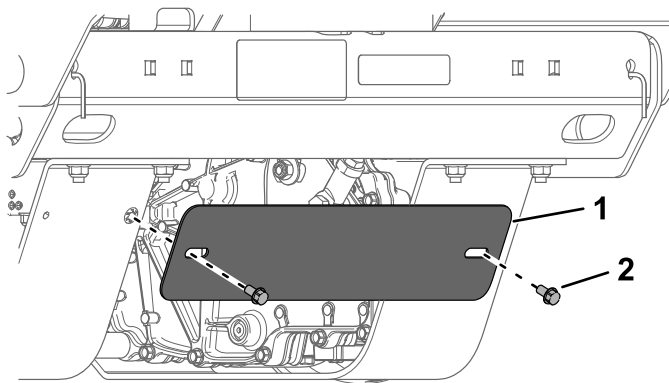

Figura 56
4. Remova os dois parafusos e a placa de proteção (Figura 56).